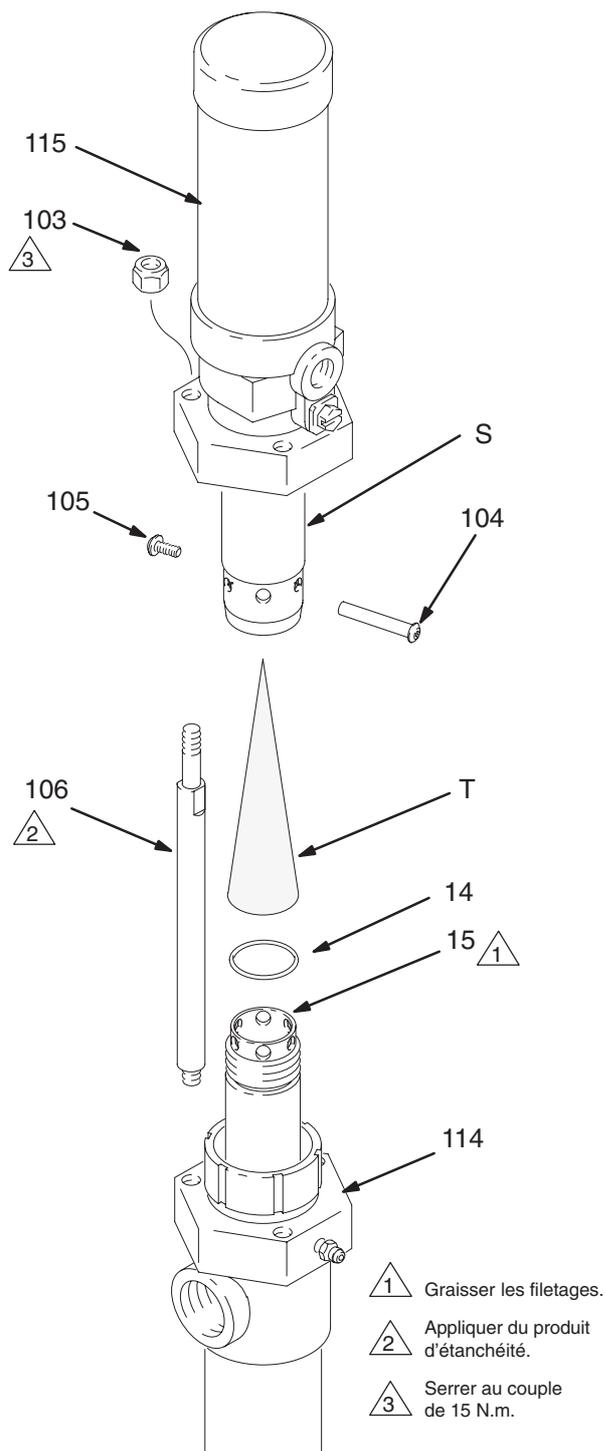

Fig. 6
3. Voir Fig. 6. Dévisser les contre-écrous (103) de la tige de liaison.
4. Dévisser et enlever la vis (105) et le tube (104).
5. Dissocier le moteur pneumatique (115) du bas de pompe (114) en le soulevant. Dévisser la tige de piston (15) de la tige de liaison (S) du moteur pneumatique.
1. Lors du remontage du moteur pneumatique, enduire de graisse au lithium le filetage de la tige de piston (15). Veiller à la bonne installation du joint torique (14) sur la tige.
2. Introduire le silencieux (T) dans la tige de liaison (S) du moteur pneumatique comme indiqué en Fig. 6.
3. Serrer à la main la tige de piston (15) sur la bielle du moteur pneumatique, puis mettre en place le tube et les vis sans tête (104 et 105).
4. Appliquer du produit d'étanchéité sur les filetages des tiges de liaison (106). Pour s'assurer du bon alignement, commencer par visser les contre-écrous (106) sur la tige de liaison sans les serrer, puis les serrer uniformément au couple de 15 N.m.